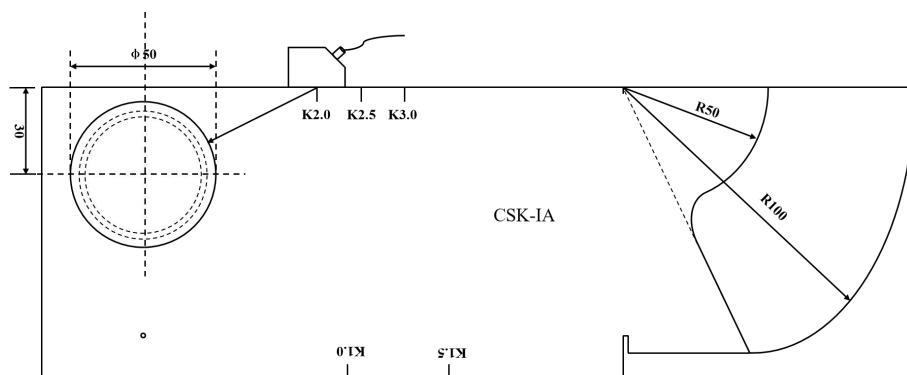

图 4.3 斜探头 K 值校准时探头放置区域
①首先根据第4.1.2.1节内容，完成斜探头声速和零偏值的校准。
①在完成斜探头校准的第⑥步后(详见第4.1.2.1节)，不退出自动调校功能，功能状态栏直接点击【探头K值】，仪器弹出K值校准参数设置窗口；
②用户根据CSK-IA试块参数，输入孔径值(50mm)、孔深值(30mm)，点击【取消】，则退出K值校准；点击【开始校准】，则进入K值自动校准状态；
- ③将斜探头移动至 CSK-IA 试块的上表面的 K 值校准区域，如图 4.3 所示；
④微调斜探头，直到找到Φ50 孔径的最高回波位置并保持不动，此时功能状态栏中的 K 值会根据探头位置实时更新；